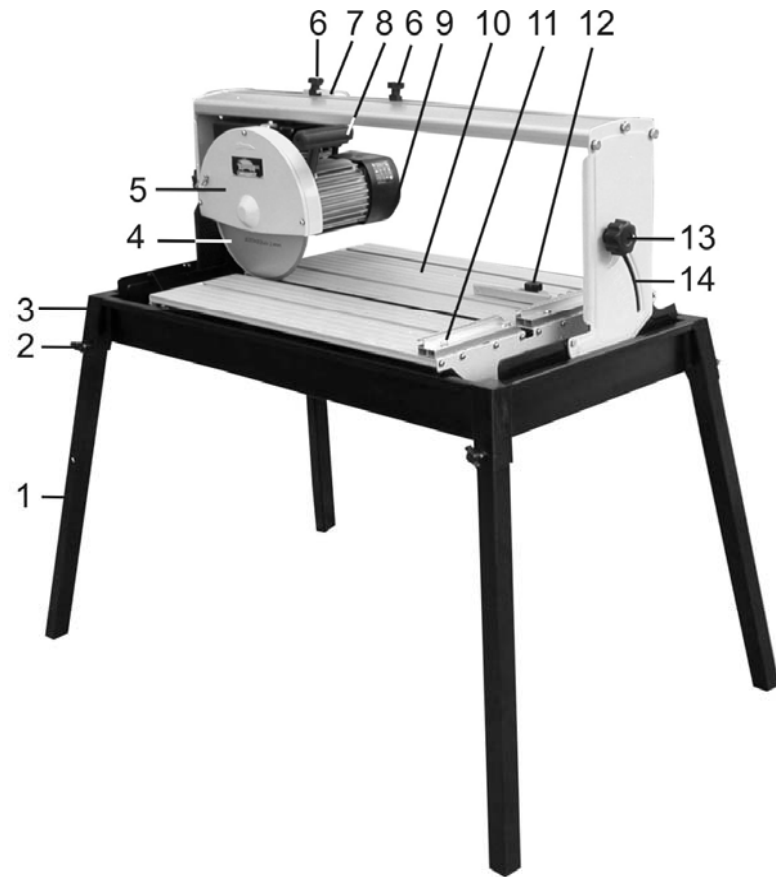
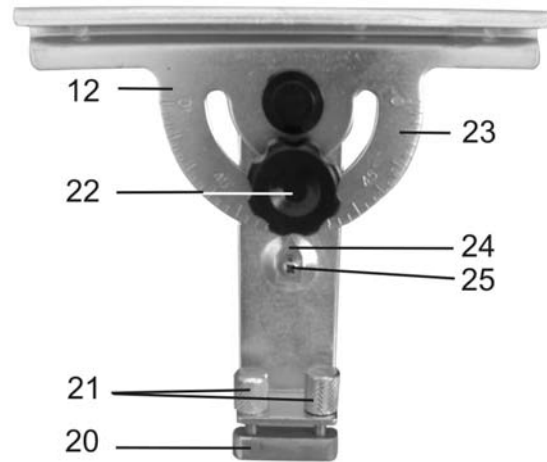

Рис.2
Рис. 7
8. ТРАНСПОРТНОЕ ПОЛОЖЕНИЕ (Рис. 2,3)
9.2. Сборка плиткореза (Рис.2)
9.2.3. Установите пластину (20), Рис. 7, на регулируемом упоре (12), используя винты крепления (21), как показано на Рис.2, и закрепите на направляющей планке (11) рабочего стола (10).
10.1. Регулировка угла резания (Рис. 2,3,7,8)
11.1. Принцип работы (Рис. 2,3)
11.2. Подготовка к работе (Рис. 2, 8)
11.3. Выполнение работы (Рис. 2,3)